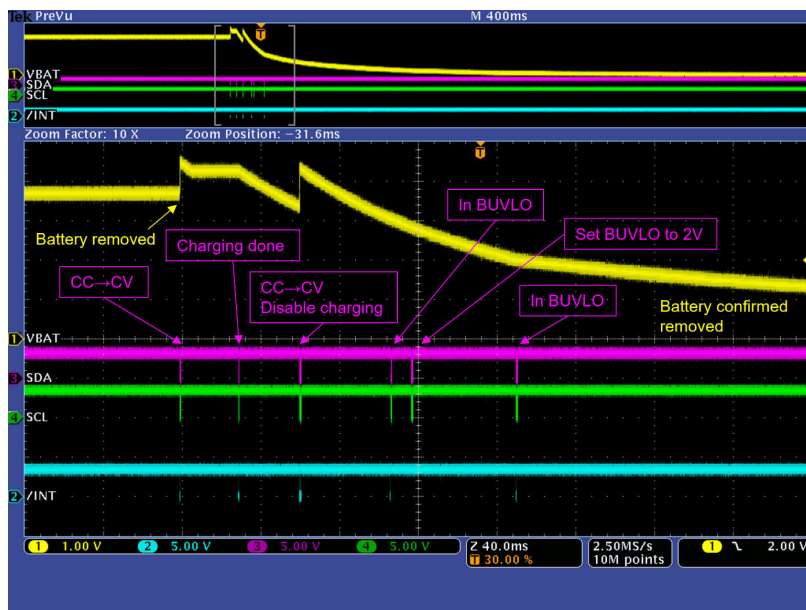

図 4. バッテリーの取り外し検出波形 (拡大図)
3. バッテリーが接続されていない場合、BAT ピンの電圧が BUVLO スレッシュホールドを下回ると BUVLO 割り込みが発生します。この遅延時間は、図 4 に示す評価基板波形で約 40ms ですが、BAT ピンの容量と負荷に依存し、PCB で測定できるようになります。
充電をディセーブルにする I2C トランザクションは、図 4 の SDA ラインで確認できます。約 40ms 後に、BUVLO 割り込みパルスが BUVLO ステータスが変化したことを示します。この遅延時間は BAT ピンの実効容量によって変化する可能性があるため、PCB のタイミングを確認してください。